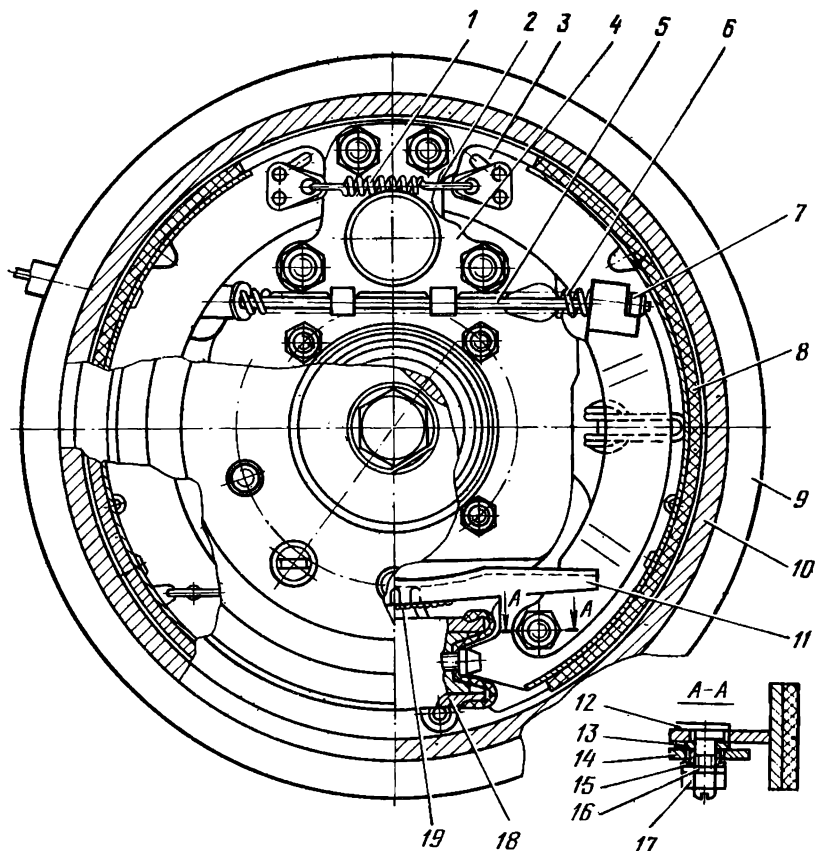
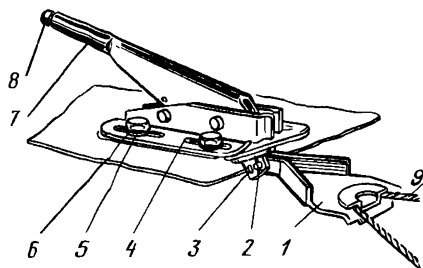

Рис. 165. Тормоз задних колес:
Рис. 171. Ручной привод тормоза:
Тормозные механизмы колес (рис. 165) смонтированы на стальных штампованных щитах, которые крепятся к редуктору. Каждая пара колодок 3 приводится в действие одним рабочим цилиндром 18 с внутренним диаметром 25 мм. Колодки стянуты снизу и сверху
Тормозные механизмы задних колес отличаются от механизмов передних колес только наличием смонтированной части ручного механического привода тормоза. Эта часть состоит из троса, пружины 6 (см. рис. 165), распорной планки 11 и разжимного рычага 14, установленного на эксцентриковом регулировочном винте 12.
**Стойночная тормозная система** состоит из ручного рычага, кронштейна-уравнителя троса, троса и помещенных внутри задних тормозных механизмов разжимных рычагов и распорных планок. Когда поднимают рычаг 7 (рис. 171), происходит натяжение троса 9 привода стояночного тормоза. При этом разжимной рычаг 14 (см. рис. 165), поворачиваясь, упирается в распорную планку 11, продвигает колодки и прижимает их к тормозному барабану. При опускании рычага разжимной рычаг под действием пружины 6 поворачивается в исходное положение, освобождая распорную планку и колодки.
Для регулировки натяжения троса необходимо отпустить 4 болта 5 (см. рис. 171) крепления кронштейна и сдвинуть кронштейн вперед до натяжения троса и затянуть болты 5; проверяют ход рычага до полного затормаживания задних колес — количество щелчков храповика должно быть не более семи. При использовании всей длины овальных отверстий в кронштейне 4 необходимо:
снять заднее колесо и тормозной барабан, отпустить гайку 17 (см. рис. 165) на 2...3 оборота;